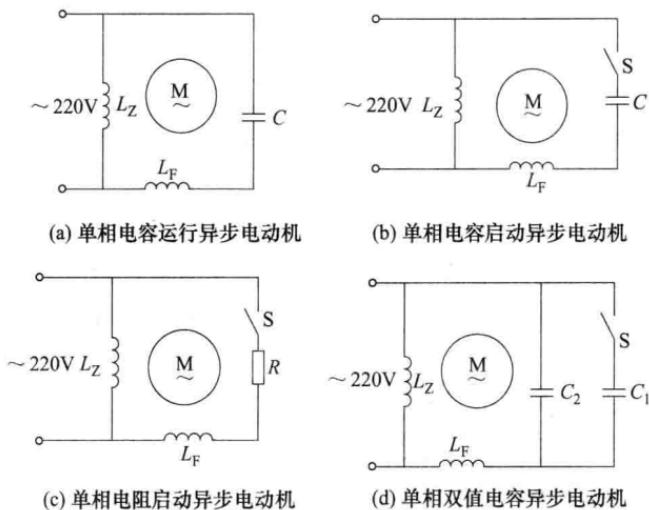

图 1-3 单相分相式异步电动机电路图
① 单相电容运行异步电动机 这是使用较为广泛的一种单相交流异步电动机，启动绕组与电容器串联后，再与工作绕组并联接在单相交流电源上，其电路图如图 1-3 (a) 所示。电容运行电动机结构简单，使用维护方便，堵转电流小，有较高的效率和功率因数。
② 单相电容启动异步电动机 启动绕组与电容器、启动开关一起串联后，再与工作绕组并联接在单相交流电源上，其电路图如图 1-3 (b) 所示。当电动机转子静止或转速较低时，启动开关 S 处于接通位置，启动绕组和工作绕组一起接在单相电源上，获得启动转矩。当电动机转速达到额定转速的 80% 左右时，启动开关 S 断开，启动绕组从电源上切断，此时单靠工作绕组已有较大转矩，驱动负载运行。电容启动电动机具有较大启动转矩（一般为额定转矩的 1.5~3.5 倍），但启动电流相应增大。
③ 单相电阻启动异步电动机 启动绕组与电阻器、启动开关一起串联后，再与工作绕组并联接在单相交流电源上，其电路图如图 1-3 (c) 所示。启动时工作绕组、启动绕组同时工作，当转速到达额定值的 80% 左右时，启动开关 S 动作，把启动绕组从电源上切除。电阻启动电动机具有中等启动转矩（一般为额定转矩的 1.2~2.2 倍），但启动电流较大。实际上许多电动机的启动绕组没有串联电阻 R，而是设法增加导线电阻，从而使启动绕组本身就有较大的电阻。
④ 单相双值电容异步电动机 两只电容并联后与启动绕组串联，再与工作绕组并联接在单相交流电源上，其电路图如图 1-3 (d) 所示。启动时两只电容都工作，电动机有较大启动转矩，转速上升到 80% 左右额定转速后，启动开关将启动电容  $C_1$  断开，启